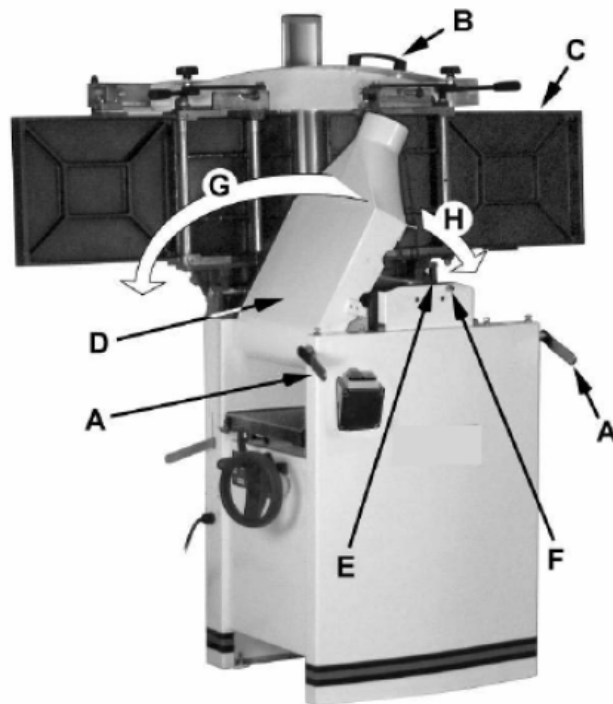

Abbildung 3
In angehobenem Zustand sollte sich der Tisch in der senkrechten Position befinden, wie in C, Abb. 3, dargestellt. Die Verriegelung (E, Abb. 3) muss eingerastet sein, damit der Tisch nicht versehentlich nach vorne fällt.
3. Stellen Sie den Staubschacht (D, H Abb. 3) nach rechts. Seien Sie äußerst vorsichtig, um den Kontakt mit den Messerkopfmessern zu vermeiden.
Siehe Abbildung 3: So ändern Sie die Maschinenkonfiguration von Hobelmaschine auf Abrichtmaschine: